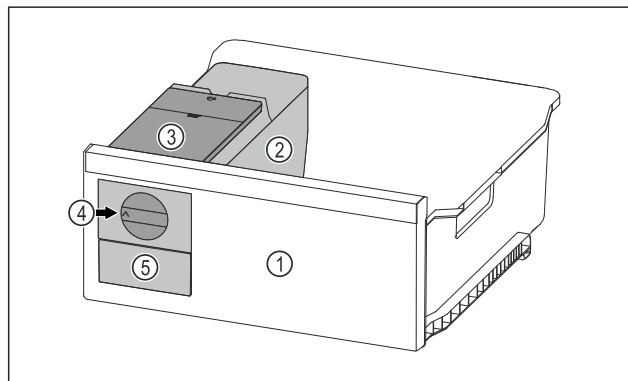

Fig. 165 Przykładowa prezentacja
- Pokrętko Fig. 165 (4) obrócić zgodnie z ruchem wskazówek zegara.
- Kostki lodu wypadają do pojemnika na kostki lodu w szufladzie na kostki lodu Fig. 165 (5).